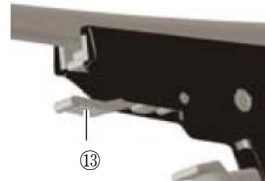

図 8
7. ロッキングレバー⑬の使用法
術中、シース⑥の骨くずを除去する際、安全のため骨パンチが作動しないようにする（図 8）。
- (1) ロッキングレバー⑬を押し、スライド部②が作動しないようにする。
(2) 骨くずを除去する。
(3) ロッキングレバー⑬を解除する。スライド部②が作動する状態に戻る。